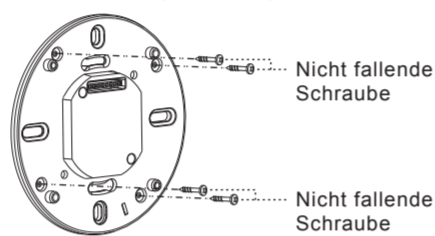

Abb. 16
4.4.3.4 Setzen Sie 4 nicht fallende Schrauben in die entsprechenden Schraublöcher der Bewegungsmelder-Montageplatte. Diese werden nicht herunterfallen, so dass eine mögliche Folgemontage erleichtert wird (s. Abb. 16).